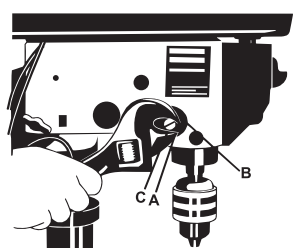

FIGURA 18
2. Posicione a chave de fenda na fenda inferior frontal (A) da tampa da mola (B), e segure-a nesta posição enquanto estiver afrouxando e removendo as porcas.
4. Aperte a porca interior (C) com a chave. Não faça isto excessivamente. Isto irá impedir o Eixo-Árvore de ser removido.
6. Verifique o Eixo-Árvore quando movimentar a alavanca. A operação do Eixo-Árvore deve ser suave, com movimentos irrestritos. Se o deslocamento estiver muito apertado, afrouxe um pouco as porcas até que o movimento não mais seja dificultado (Figura 18).